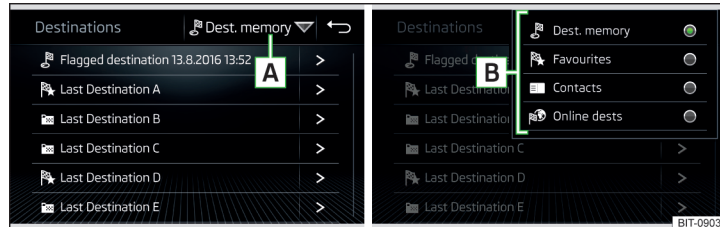

Abb. 217 Liste der gespeicherten Ziele / Kategorien der gespeicherten Ziele wählen
- > Die Funktionsfläche **A** » Abb. 217 antippen und eine der folgenden Kategorien der gespeicherten Ziele **B** » Abb. 217 wählen.